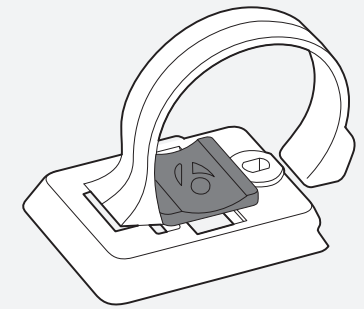

Figure 13. Coussinet inséré dans la base du compteur.
4. Insérez le coussinet en caoutchouc avec le logo à l'arrière de la base du compteur (Figure 13).